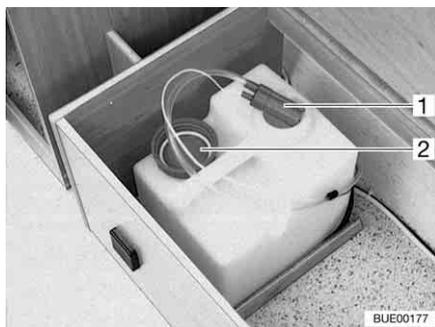

Bild 159 Wassertank 16 l
Bei Transport den Wassertank mit dem Verschlussdeckel (Bild 159,2) verschließen.
- Wasserpumpe (Bild 159,1) aus dem Wassertank ziehen.